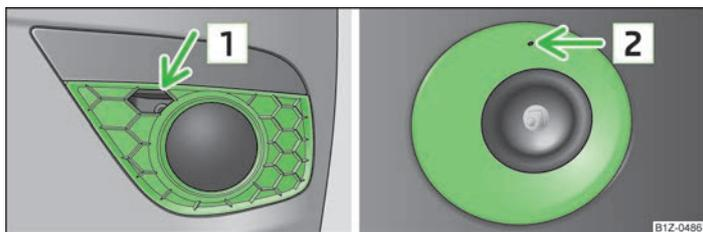

Fig. 165 Paragolpes delantero: Octavia RS/Octavia Scout
- Introducir un dedo en la abertura  » fig. 165 (Octavia RS) y extraer la caperuza protectora.